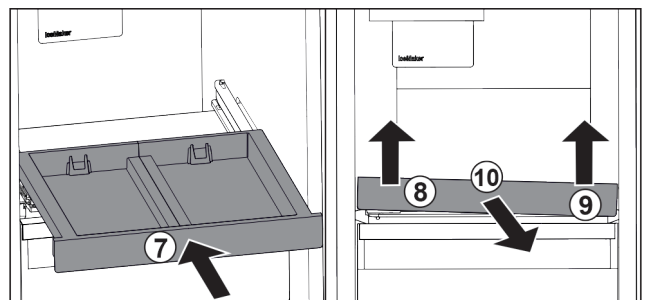

Fig. 82
- ▶ Introducir el estante extraíble. Fig. 82 (7)
- ▶ Levantar el estante extraíble por delante a la izquierda. *Fig. 82 (8)*
- ▶ Levantar el estante extraíble por delante a la derecha. *Fig. 82 (9)*
- ▶ Retirar el estante extraíble hacia delante. *Fig. 82 (10)*